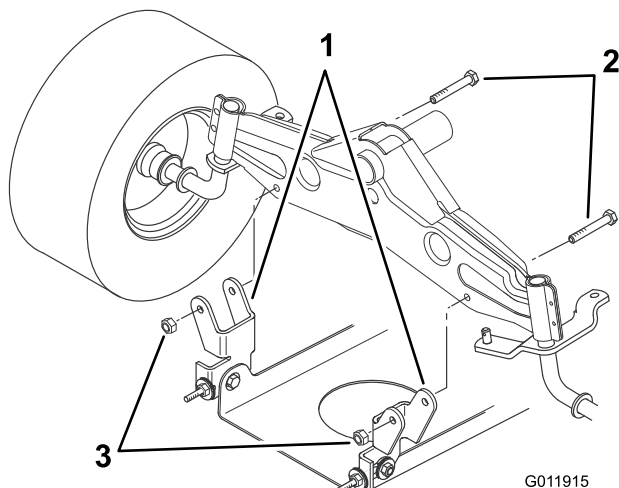

Figure 7
4. Fixez les supports de pivots du plateau de coupe à l'essieu avant à l'aide des boulons et des contre-écrous (Figure 7).